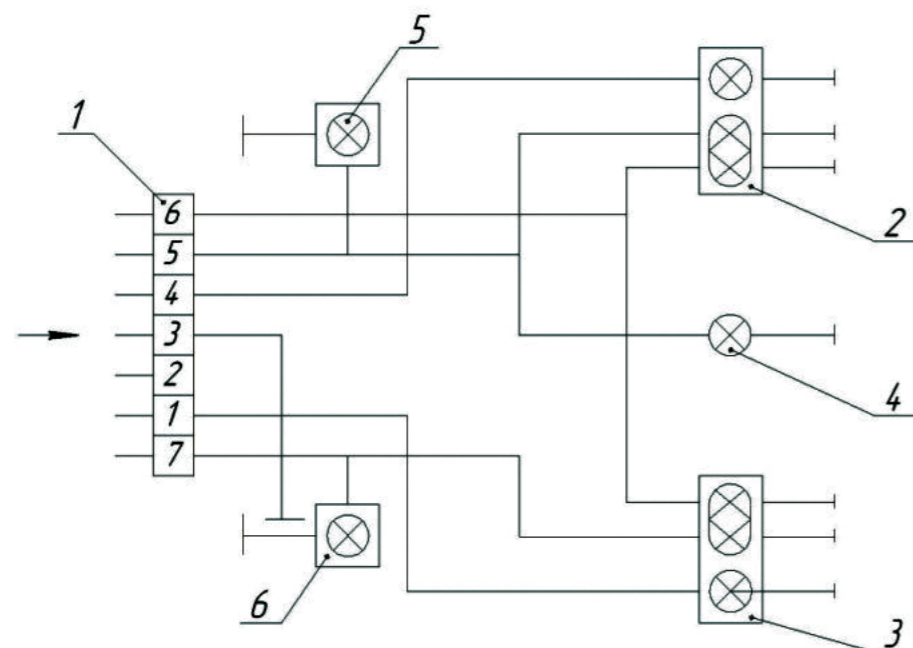

Рис. 3
4.9 Электрооборудование (Рис. 3) включает жгут проводов с вилкой, фонарь номерного знака, а также световозврататели передние и задние, фонари задние.